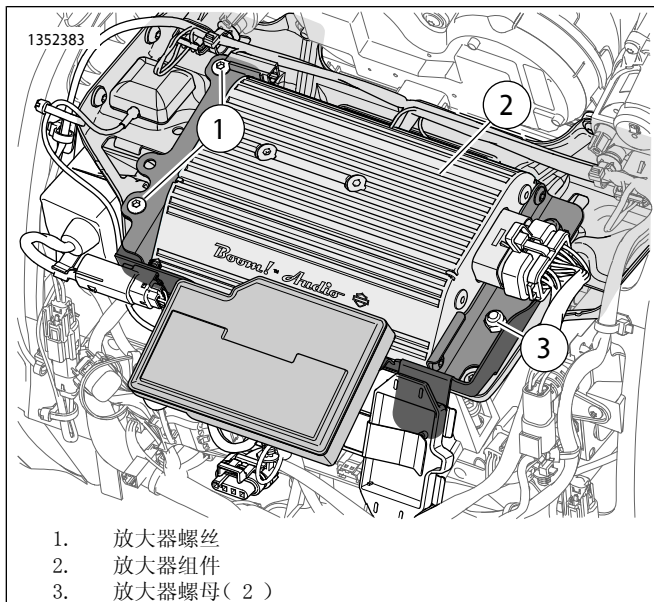
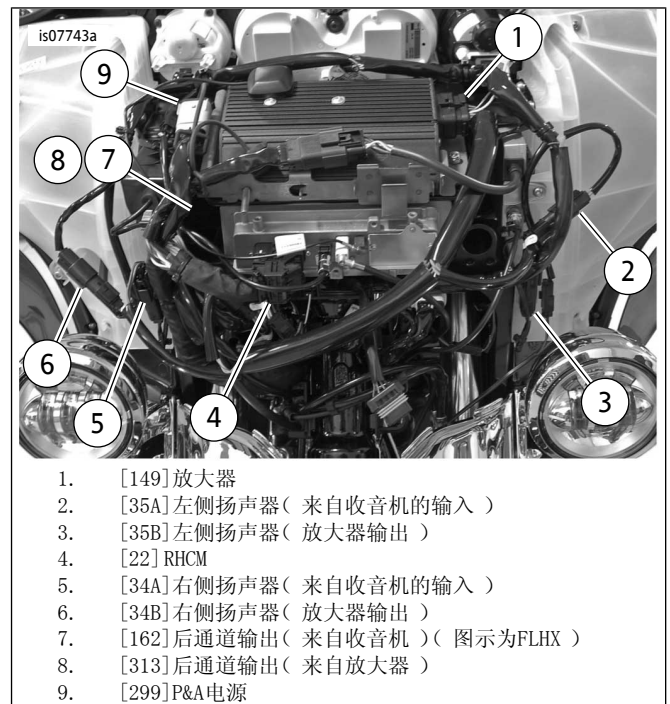

图8. 安装放大器
图10. 线束连接
2. 参见图8。安装放大器。
4. 参见图10。如图所示定位线束并连接连接器。[162]和[313]连接的详细说明见以下附注。
- 如果此放大器与第二放大器一起使用以便驱动六个或八个扬声器，参见表1、表2和套件76000280中的[162]和[313]连接详情。FLHX(S) [162] (F)：来自收音机的4路Molex后通道输出。用于无放大器扬声器输出。参见图8。主放大器不使用，用于第二放大器INPUT(输入)。参见图10。FLHTC/FLHTK/TRIKE [162] (R)：来自收音机的16路Molex后通道输出。包含所有后扬声器舱线路。安装69200714以便使用放大器(见步骤7)。挡风板放大器[313]：主放大器4路Molex后通道输出，可用于边箱扬声器、后扬声器舱或挡风板下部扬声器。如果用于六或八扬声器配置，为挡风板下部扬声器预留。